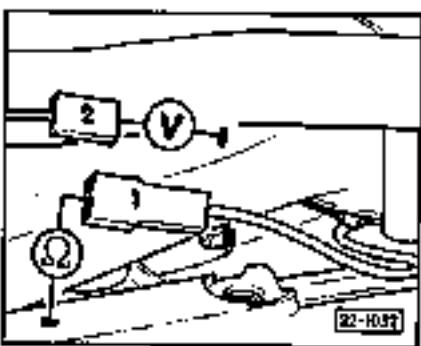

Abb. 2 Ansaugrohrvorwärmer prüfen
- ♦ prüfen => Abb. 2
- prüfen \rightarrow Abb. 2